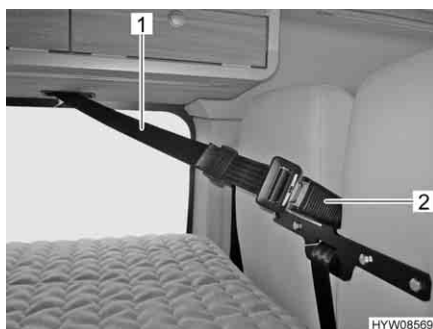

Fig. 4 Schienale bloccato
- Infilare la cinghia (Fig. 4,1) sotto l'armadietto a tetto nella chiusura (Fig. 4,2) sullo schienale.